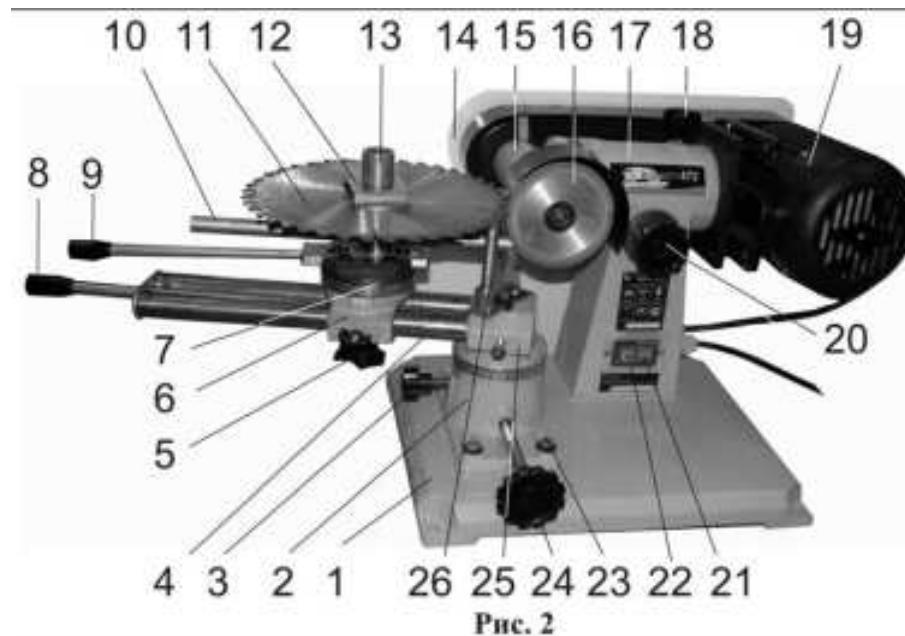

Рис. 2
7.1. Машина состоит из следующих сборочных единиц и деталей (Рис.2, Рис.3)
8.1. Монтаж машины (Рис.2)
8.2. Сборка машины (Рис.2)
8.2.1. Как показано на Рис.2, установите и закрепите заточкой круг (16). В зависимости от выполнения намеченной работы, заточкой круг (16) устанавливайте рабочей поверхностью с наружной или внутренней стороны относительно машины.
9.2.3. Включение машины производится нажатием на кнопку «I» (21), Рис. 2.
9.2.4. Выключение машины производится нажатием на кнопку «O» (22), Рис.2.